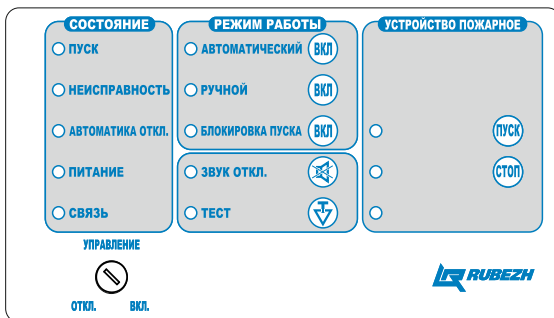

Рисунок 4- Панель управления ШУ
1.5.8 На лицевой стороне ШУ расположены индикаторы и органы управления с защитой от несанкционированного доступа. Все индикаторы и органы управления разделены на три группы **СОСТОЯНИЕ**, **РЕЖИМ РАБОТЫ** и **УСТРОЙСТВО ПОЖАРНОЕ** (Рисунок 4).
ШУ переводится в режим «**Автоматический**» нажатием кнопки «**ВКЛ.**» рядом с наименованием индикатора **АВТОМАТИЧЕСКИЙ** в поле **РЕЖИМ РАБОТЫ** панели управления (Рисунок 4). Нажатие кнопки подтверждается кратковременным звуковым сигналом и включением индикатора **АВТОМАТИЧЕСКИЙ**. При этом индикатор **РУЧНОЙ** или **БЛОКИРОВКА ПУСКА** гаснет.
ШУ в режиме «**Автоматический**» осуществляет управление работой электродвигателя соответствующего привода пожарного устройства в зависимости от состояний контактов датчиков. Состояния датчиков отображаются в поле **УСТРОЙСТВО ПОЖАРНОЕ** панели управления (Рисунок 4).
ШУ переводится в режим «**Ручной**» нажатием кнопки «**ВКЛ.**» рядом с наименованием индикатора **РУЧНОЙ** в поле **РЕЖИМ РАБОТЫ** панели управления (Рисунок 4). Нажатие кнопки подтверждается кратковременным звуковым сигналом и включением индикатора **РУЧНОЙ**. При этом индикаторы **АВТОМАТИЧЕСКИЙ** или **БЛОКИРОВКА ПУСКА** гаснут.
ШУ переводится в режим «**Блокировка пуска**» нажатием кнопки «**ВКЛ.**» рядом с наименованием индикатора **БЛОКИРОВКА ПУСКА** в поле **РЕЖИМ РАБОТЫ** панели управления (Рисунок 4). Нажатие кнопки подтверждается кратковременным звуковым сигналом и включением индикатора **БЛОКИРОВКА ПУСКА**. При этом индикаторы **РУЧНОЙ** или **АВТОМАТИЧЕСКИЙ** гаснут.